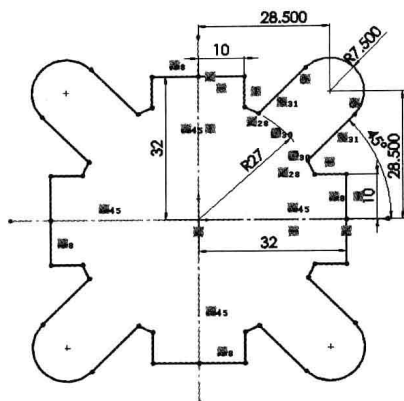

图 2-8 阵列草图
Step8 阵列草图。单击“草图”工具栏中的“圆周草图阵列”按钮, 选择草图进行阵列，阵列数目为 4，如图 2-8 所示。